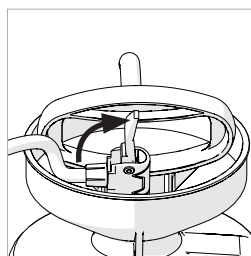

Fig. 2
- Presione el conector de la bomba sobre la válvula y eleve la palanca. Antes de presurizar el depósito, compruebe que la unión no tiene fugas. **(Fig. 2)**